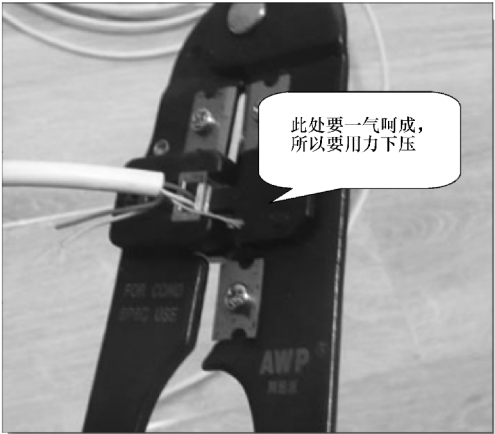

图 4-66 用力压下压线钳的手柄
6) 最后将 RJ-11 水晶头放到压线钳的压线槽内，同时还要确保电话线的线头不要再次脱离 RJ-11 水晶头或松动，并确认线头顺序无误后，用力压下压线钳的手柄使 RJ-11 水晶头的压线铜片与电话线的线芯接触良好，如图 4-66 所示。